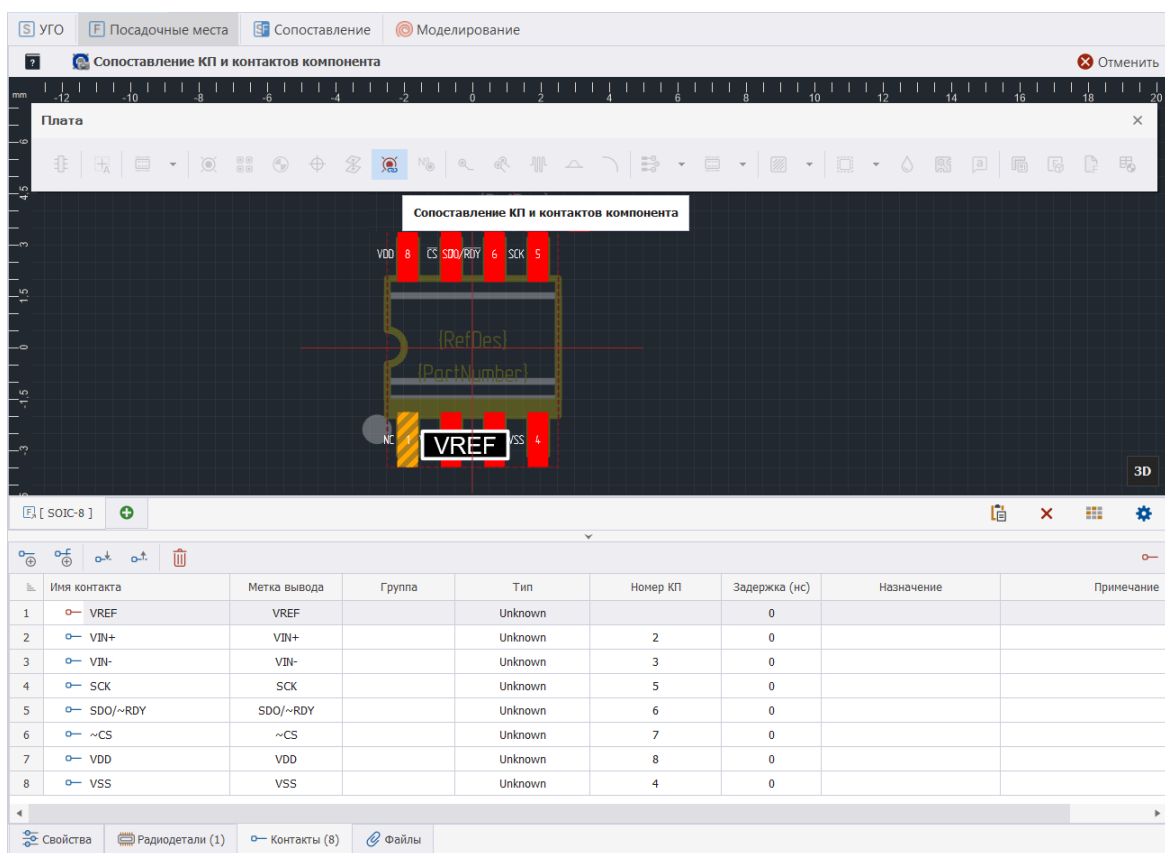

Рис. 283 Работа инструмента «Сопоставление КП и контактов компонента»
3. Под курсором при наведении на контактную площадку отображается имя контакта, см. Рис. 283.